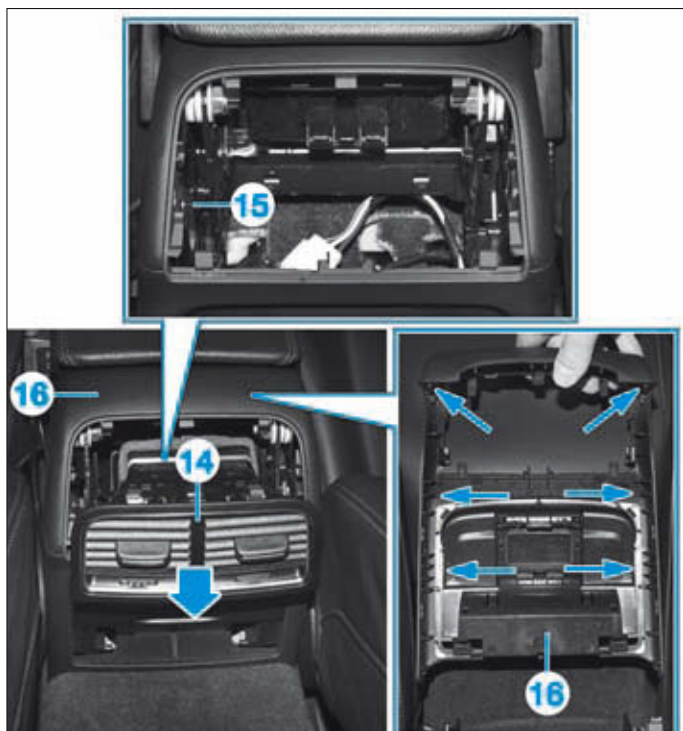

FIG. 7
- Dégrafer le vide-poches ou les aérateurs arrière (14) (selon équipement) (Fig.7).